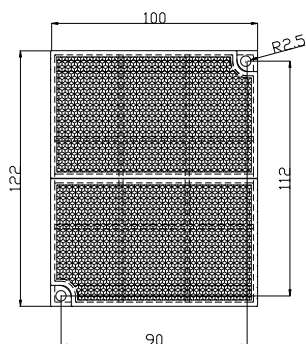
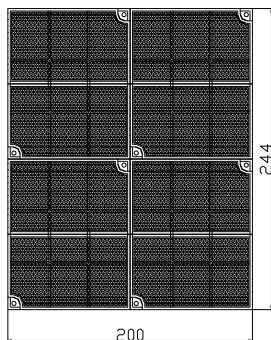
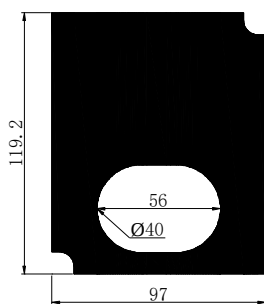

图 11a 单块反射器示意图（单位 mm）
图 11b 四块反射器安装示意图（单位 mm，图未按比例）
图 11c 遮光面膜（单位 mm）
- 3) **安装反射器：**反射器应安装在与探测器相对、处于同一水平面的位置上。当探测器与反射器间的安装距离大于等于 5m（小于等于 40m）时，需安装 1 块反射器，当实际安装距离小于 10 米时，因为反射信号强度过大，需要将遮光面膜贴在反射器表面，以减小反射面积来降低反射信号强度；当探测器与反射器间的安装距离大于 40m（小于等于 100m）时，需安装 4 块反射器。单块反射器安装需用两只 $\varnothing 6$ 塑料胀钉将其固定，安装尺寸见图 11a。四块反射器安装时应摆放紧密，反射器之间不应留空隙，安装示意图见图 11b。遮光面膜尺寸见图 11c。